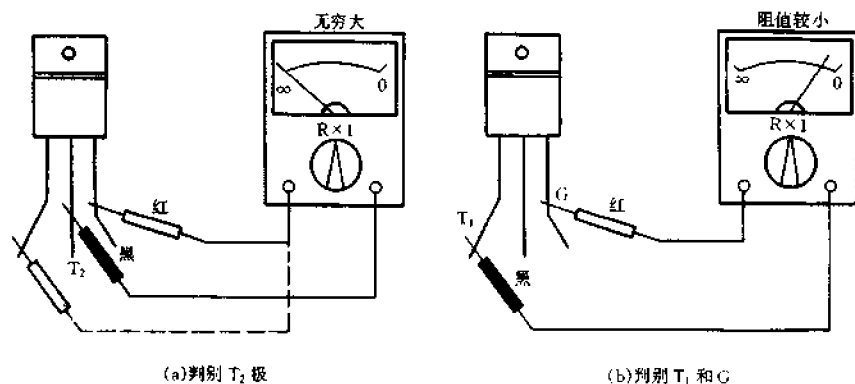

图 4-178 判别双向晶闸管的电极
(1) 判别  $T_2$ 。参见图 4-178(a)。用万用表  $R \times 1$  或  $R \times 10$  挡分别测量双向晶闸管三个引脚间的正、反向电阻值,如果晶闸管是好的,肯定能测得一引脚与其他两脚都不通( $\infty$ ),此脚便是  $T_2$  极。对于 TO-220 封装的管子,一般中间一引脚为  $T_2$ ,并多与自带散热片相通,用万用表一测便知。
(2) 判别  $T_1$  和 G。参见图 4-178(b)。确定了  $T_2$  之后,剩下的两个引脚即为  $T_1$  极和 G 极。将万用表拨至  $R \times 1$  或  $R \times 10$  挡,先将任一表笔接这两引脚中的任一个,另一表笔接另外一引脚,测出一电阻值,然后将红、黑表笔对调,再测出一个电阻值,两次测得的电阻值约为几十欧至  $100\Omega$ 。仔细比较两次的测量结果,会发现电阻值为一大一小。在电阻值较小的那一次测量中,黑表笔所接的即是  $T_1$ ,红表笔所接的则为 G。